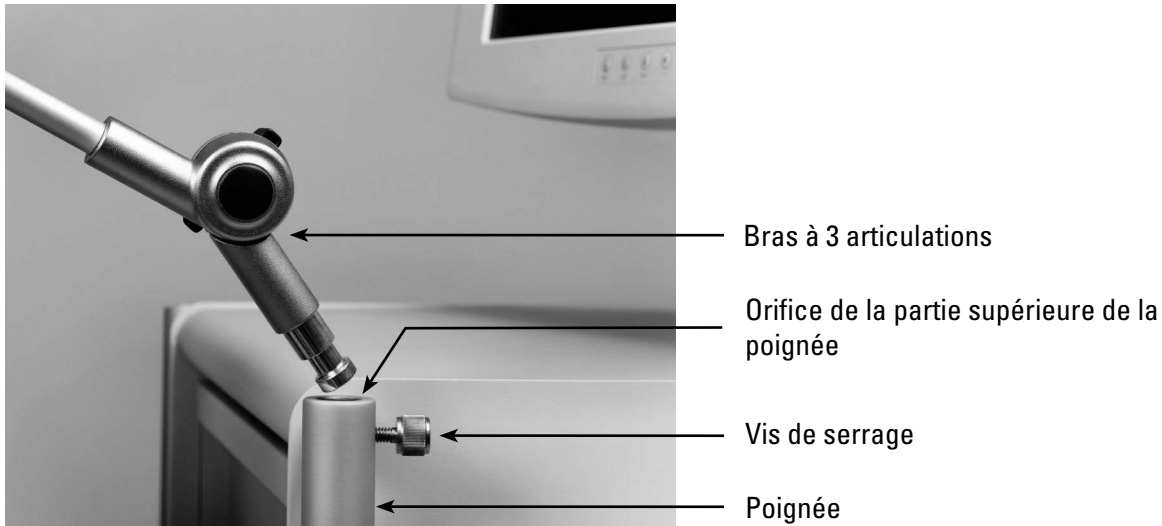

Figure 8. Fixation du bras à 3 articulations
2. Introduire la vis à serrage manuel horizontalement sur le côté du manchon pour fixer le bras. Consulter la figure 8 - Fixation du bras à 3 articulations.